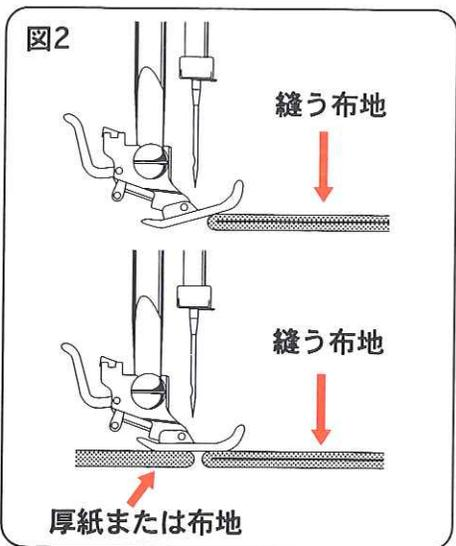

図2
- 押え⑥のピンをみぞの真下におきます。(図2)
- ゆっくりと押え上げレバーを下げるとはまります。(図2)
2.新しい針の平らな面を後ろ側に向け、ピン②に当たるまで押し込み、針止めネジを針板ドライバーでしっかりしめます。(図2)
3. ボビンケースを図のように持ち上げ、右方向からはずします。(図2)
左図のように、押えが傾いてスムーズに縫えないことがあります。このようなときは、使用する布地と同じ厚さの布地または厚紙を押えの下にあてがって縫いはじめてください。(図2)